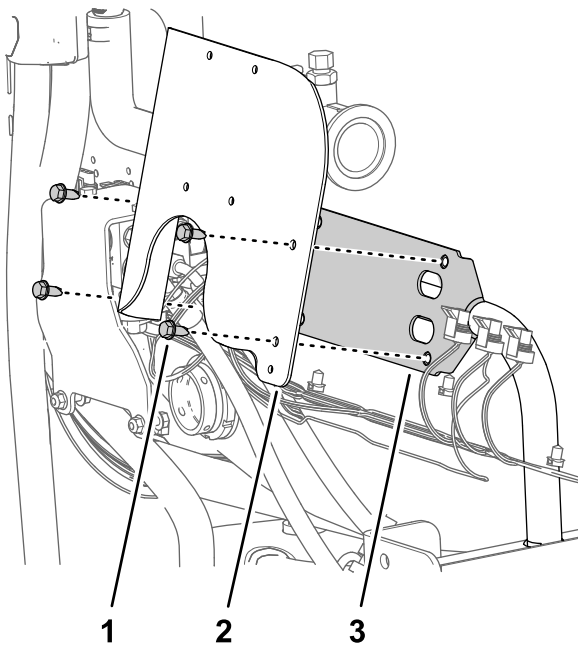

Bild 72
1. Fluchten Sie die Löcher in der Halterung für das Durchflussmessgerät mit den Löchern in der Ventilbefestigung aus (Bild 72).